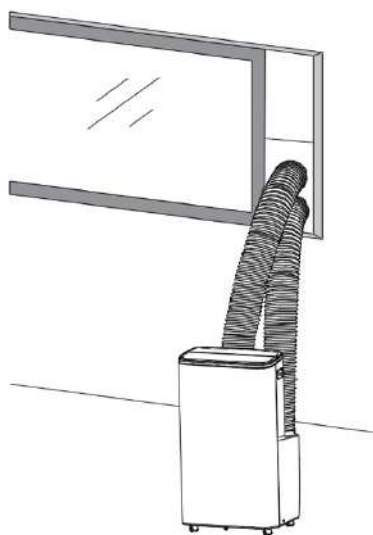
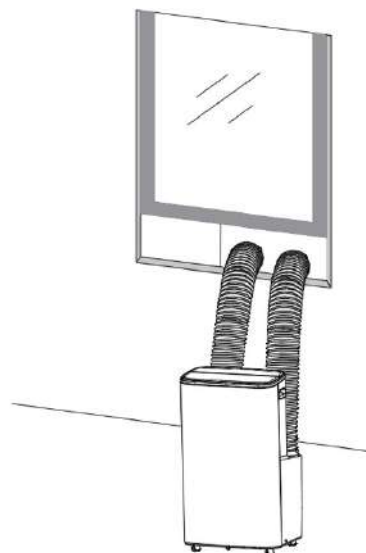

Fig.2
Fig.2a
- 5) Como se muestra en la Fig.2 y la Fig.2a, instale la manguera de escape y ajuste bien la posición de la ventana.